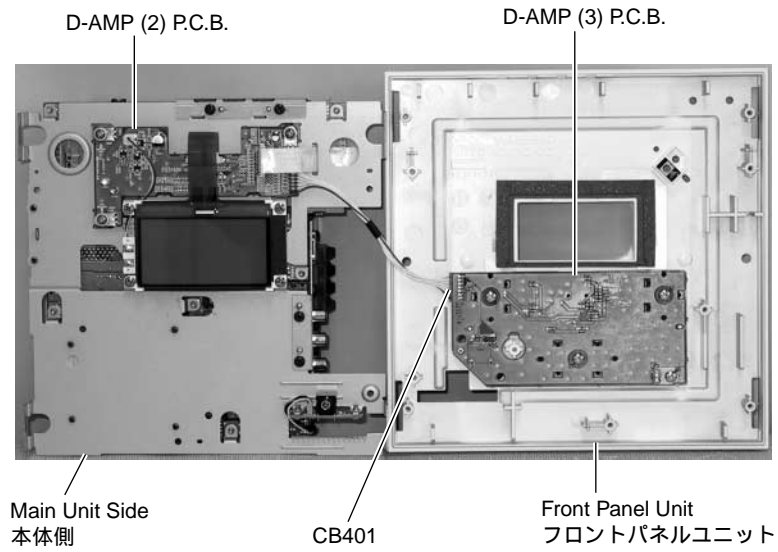

Fig. 3
- c. Lift the main unit side and remove CB401. (Fig. 3)
- c) 本体側を持ち上げ、CB401を外します。(Fig. 3)
With the removed front panel unit placed beside the main unit, connect CB401. (Fig. 3)
外したフロントパネルユニットは本体の横に置き、CB401を接続します。(Fig. 3)